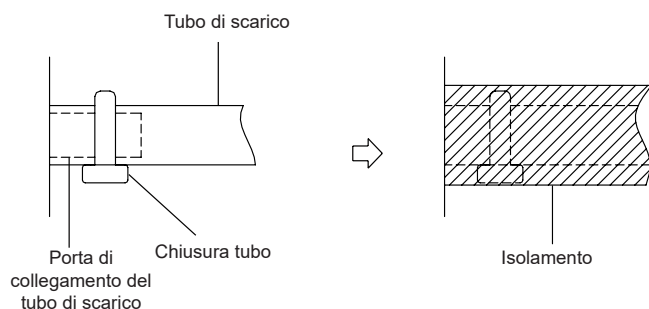

Fig. 6.1
2. Fissare la bocca del tubo di scarico al tubo di uscita dell'unità. Rivestire la bocca del tubo e agganciarlo saldamente con una chiusura tubo. (Fig. 6.1)